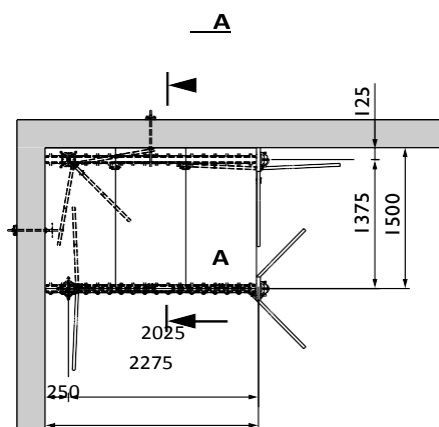

Fig. A4.05
1. Поставете подпора с опорна глава (6) в ъгъла на помещението (разстояние: виж Fig. A4.05).